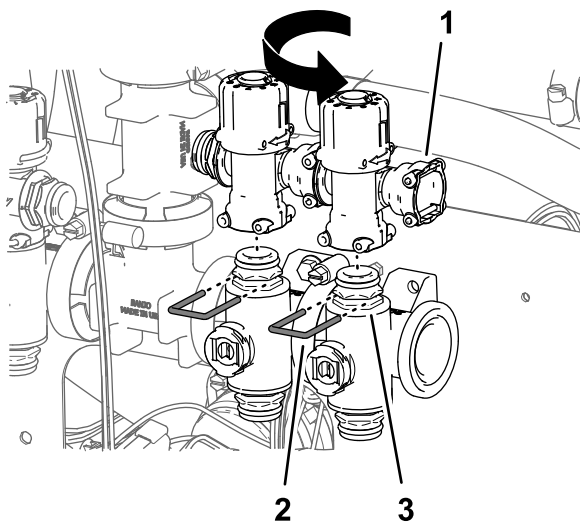

图103
8. 对喷嘴阀 6 和 7 上的旁通阀重复步骤 5 和 7图103。